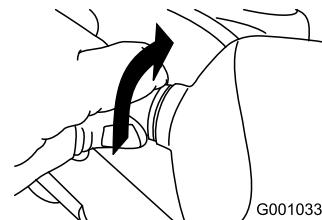

Bild 58
- Drehen Sie den Sockel der Glühbirne nach links, bis er stoppt (Bild 58).